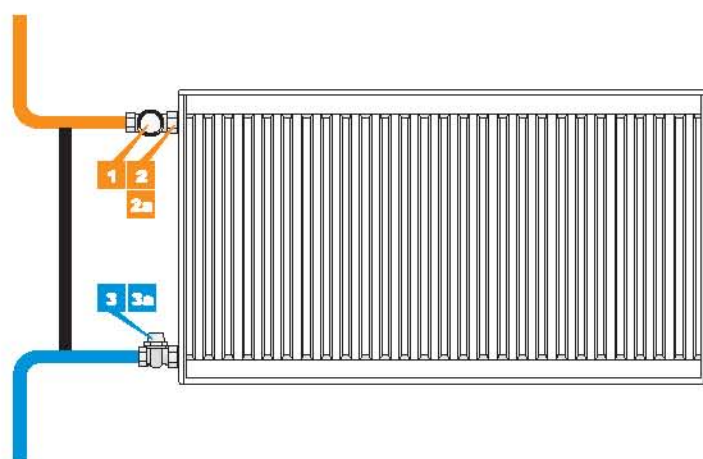

Рис. 2. - Боковое одностороннее подключение радиатора
Термостатический клапан угловой/ прямой (при схеме на Рис. 2)
Ручной регулирующий клапан угловой/ прямой (при схеме на Рис. 2)
Клапан обратного потока угловой/ прямой (при схеме на Рис. 2)
Шаровый кран угловой/ прямой (при схеме на Рис. 2)
Клапан обратного потока угловой/ прямой (при схеме на Рис.2)
**Примечание:** При использовании радиаторов «PRADO Universal» в классической схеме подключения к отопительной системе, руководствуйтесь схемами на Рис. 2 - 7 (стр.6-7)